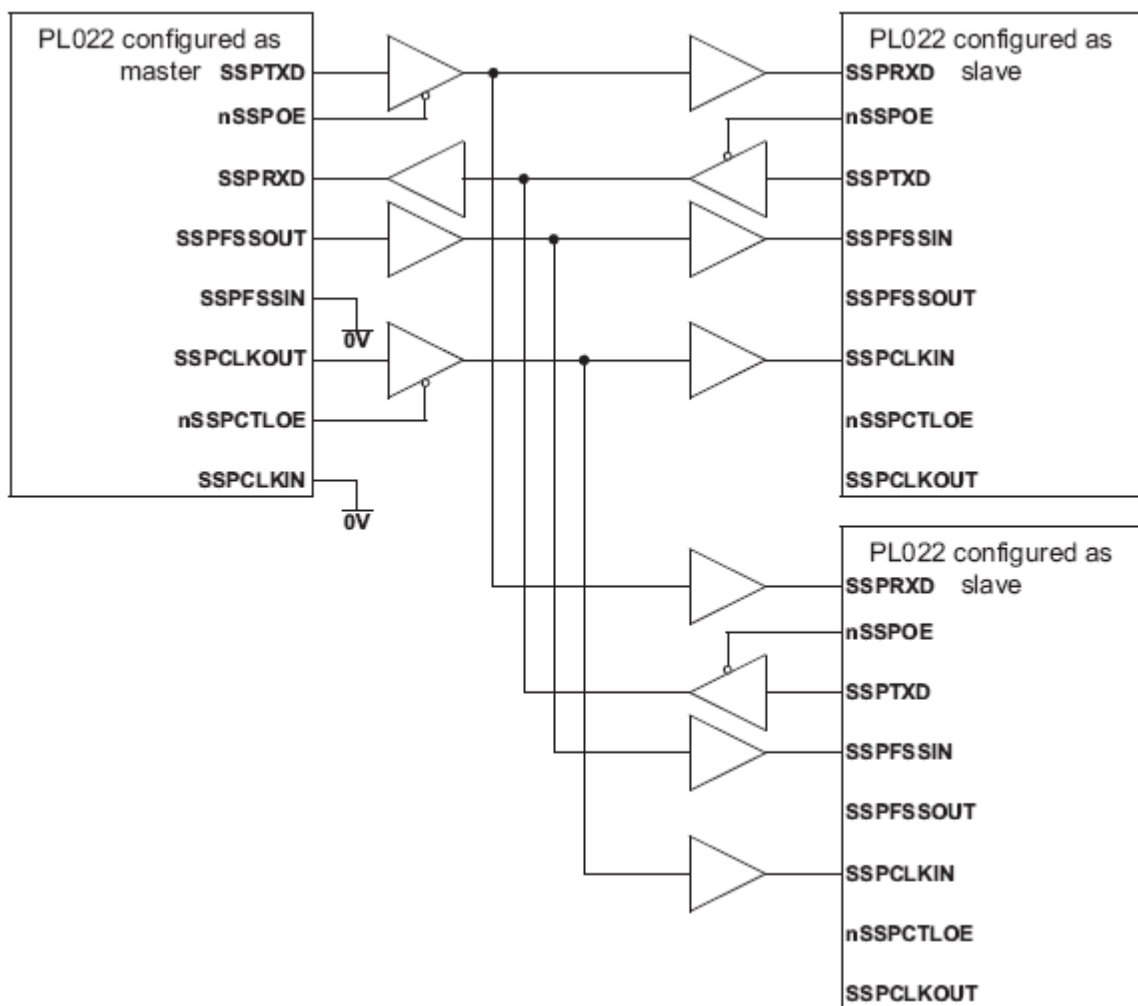
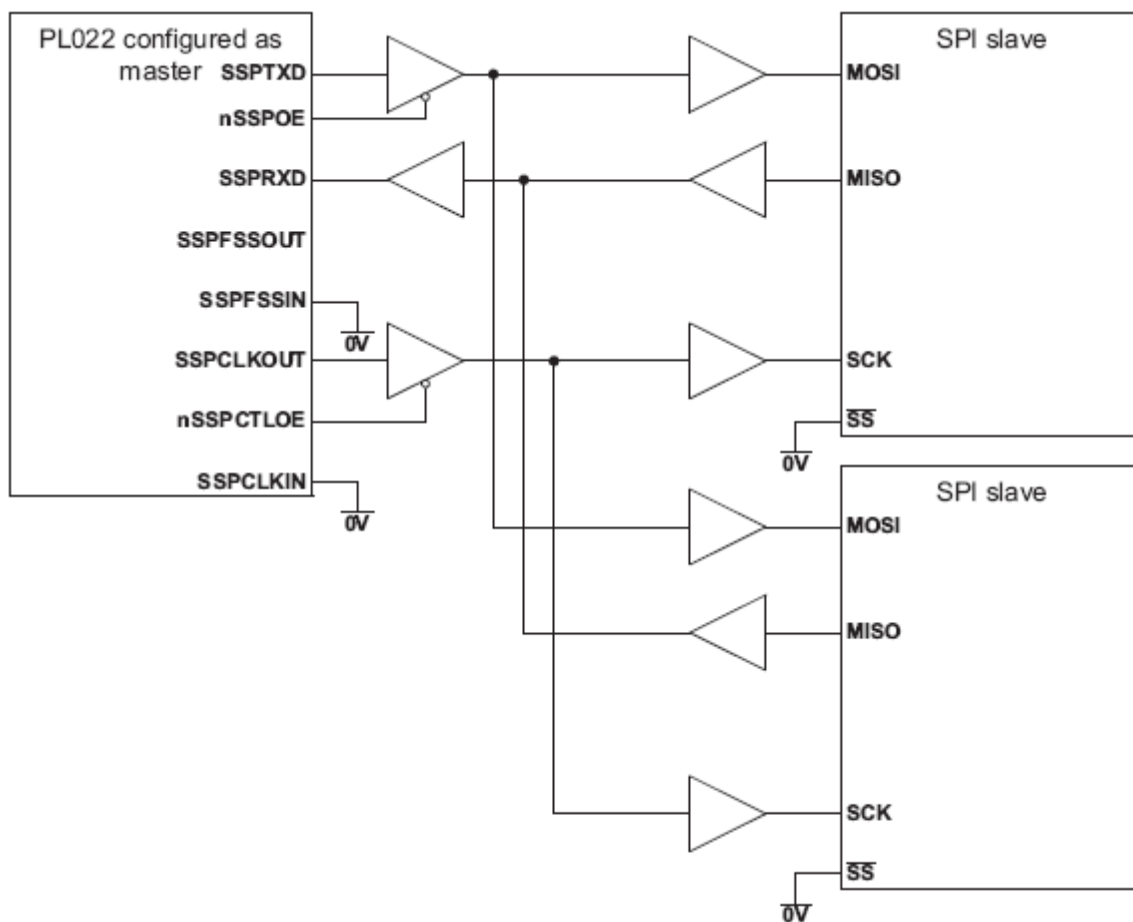

Рисунок 71 – Ведущее устройство SSP подключено к двум ведомым
Рисунок 72 – Ведущее устройство SSP подключено к двум ведомым, поддерживающим SPI
Рисунок 71, Рисунок 72, Рисунок 73 показывают варианты подключения модуля PrimeCell SSP (PL022) к периферийным устройствам, работающим в ведущем или ведомом режиме.
Рисунок 71 показывает совместную работу трех модулей SSP, один из которых сконфигурирован в качестве ведущего, а два – в качестве ведомых устройств. Ведущее устройство способно передавать данные циркулярно в адрес двух ведомых по линии SSPTXD.
Рисунок 72 показывает подключение модуля SSP, сконфигурированного как ведущее устройство, к двум ведомым устройствам, поддерживающим протокол SPI фирмы Motorola. Внешние устройства сконфигурированы как ведомые путем установки в низкий логический уровень сигнала выбора ведомого устройства Slave Select (SS). Как и в предыдущем примере, ведущее устройство способно передавать данные в адрес ведомых циркулярно по линии SSPTXD. Ответная передача данных на входную линию SSPRXD ведущего устройства одновременно осуществляется только одним из ведомых по соответствующей линии MISO.